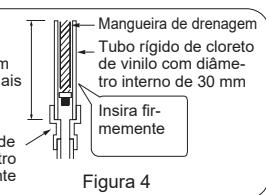

Figura 2
- A mangueira de drenagem deve ficar voltada para baixo para facilitar o fluxo de drenagem. (Figura 2)